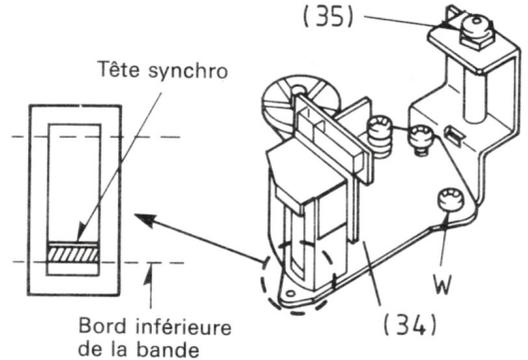
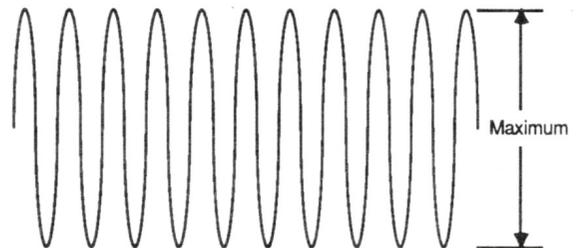

Fig. 39
Fig. 40
- A l'aide de l'écrou (35), faire coïncider la partie inférieure de la tête combinée avec le bord inférieur de la bande (Fig.39)
- Régler l'écrou (35) de façon à obtenir un niveau de sortie max. (Fig.40)
- Régler la vis «W» de façon à obtenir un niveau de sortie max. (Fig.39, fig.40)